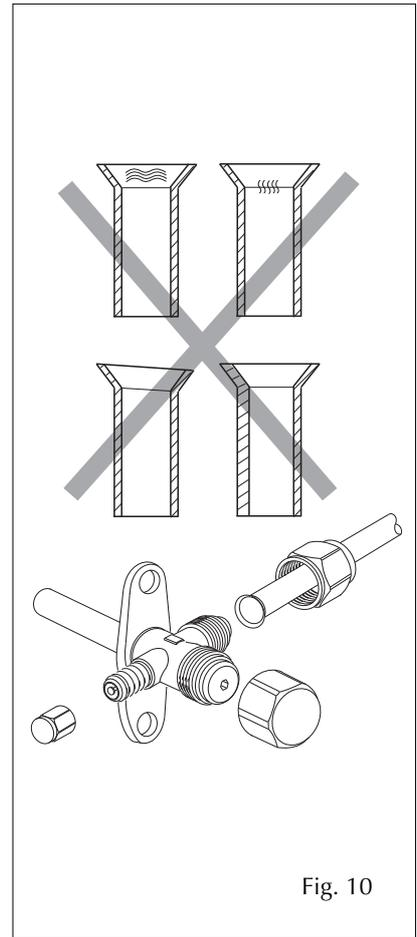

Fig. 10
- verificare che la superficie conica sia in asse col tubo, liscia, priva di fratture e con spessore uniforme (fig. 10);
- check that the conical surface is centred with the pipe, smooth, free of cracks and uniform in thickness (fig. 10)